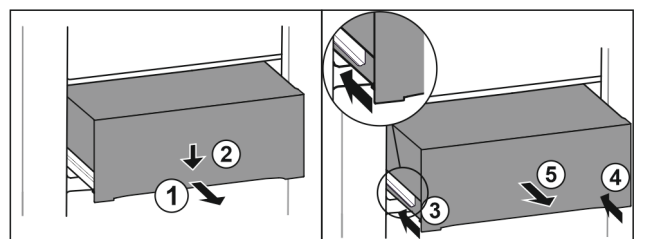

Fig. 168
- ▶ Lade er half uittrekken. Fig. 168 (1)
- ▶ Schuiflade aan de voorzijde omlaag drukken. Fig. 168 (2)
- ▶ Linker rail ca. 2 cm inschuiven. Fig. 168 (3)
- ▶ Rechter rail ca. 2 cm inschuiven. Fig. 168 (4)
- ▶ Lade naar voren toe verwijderen. Fig. 168 (5)